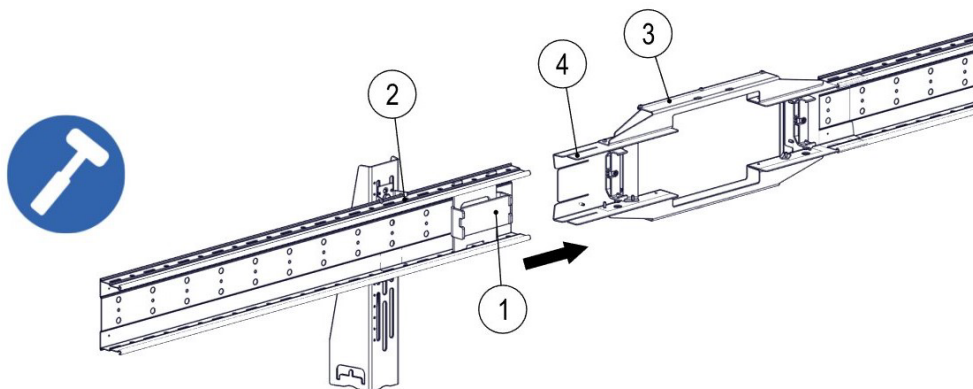

Abb. 27: ProShell-Tragprofilschiene (2) in die Verbinderrungen (4) des Befestigungsrahmen (3) klopfen
5. Am Befestigungsrahmen (je nach Schleifleitungsprogramm bzw. Einspeisemöglichkeit) (3) ist eine Verbinderrunge (4) integriert, so dass die weitere ProShell-Tragprofilschiene (2) mithilfe des Montagewerkzeugs (Bestell-Nr.: 08-V015-0483) (1) und eines Schonhammers eingeklopft werden kann (siehe Abb. 27).